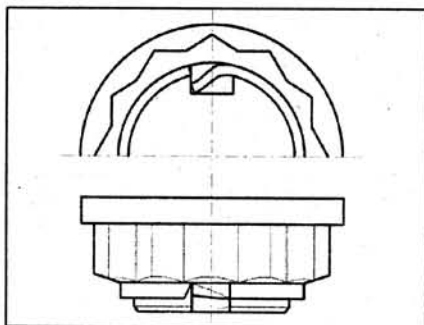

Рис. 4.93. Заблокируйте гайку крепления фланца.
21. Законтрите гайку крепления фланца (рис. 4.93).